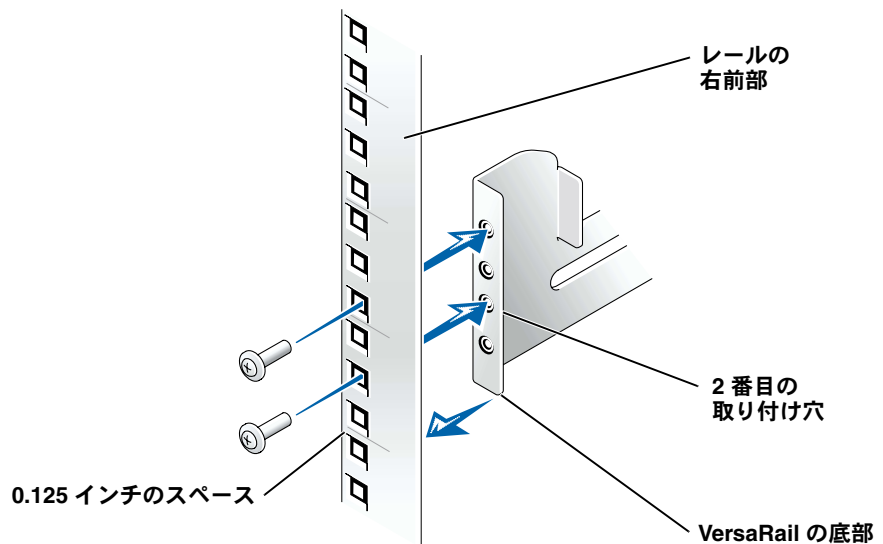
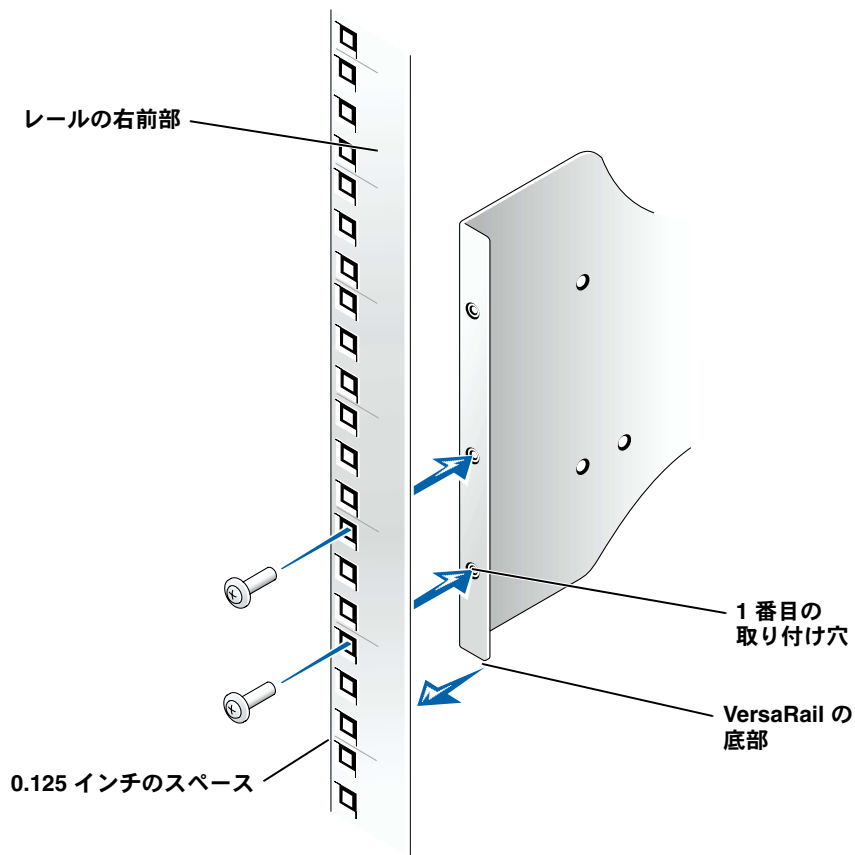

図 5-1. VersaRail と前部垂直レールとの位置調整および取り付け (2U システム)
図 5-2. VersaRail と前部垂直レールとの位置調整および取り付け (4U システム)
2. VersaRails の取り付け用フランジは、ラックの前部垂直レールの内側に置きます。VersaRail の底部とラックの前部垂直レールの位置を垂直レールから 0.125 インチのスペースの場所に合わせます。(2U システムの場合は図 5-1、4U および 7U システムの場合は図 5-2 を参照してください)。
3. 2 本のプラスネジを使って、VersaRail の前部をラックに固定します (2U システムの場合は図 5-1、4U および 7U システムの場合は図 5-2 を参照してください)。
メモ: 図 5-1、図 5-2 で示されているように、取り付け穴にネジを差し込み、VersaRail の前部がラックに固定されていることを確認してください。VersaRail の 2 番目と 4 番目の取り付け穴にネジが差し込まれ、2U システムがラックに固定されています。VersaRail 底部の 1 番目と 2 番目の差し込み穴にネジが差し込まれ、4U および 7U システムがラックに固定されています。